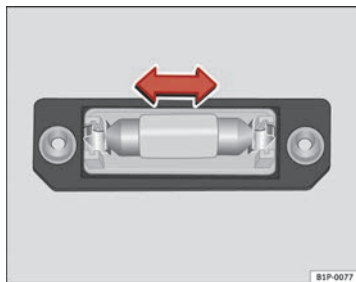

Abb. 202 Kennzeichen-
- Nehmen Sie die Glühlampe in Pfeilrichtung heraus ⇒ Abb. 202.